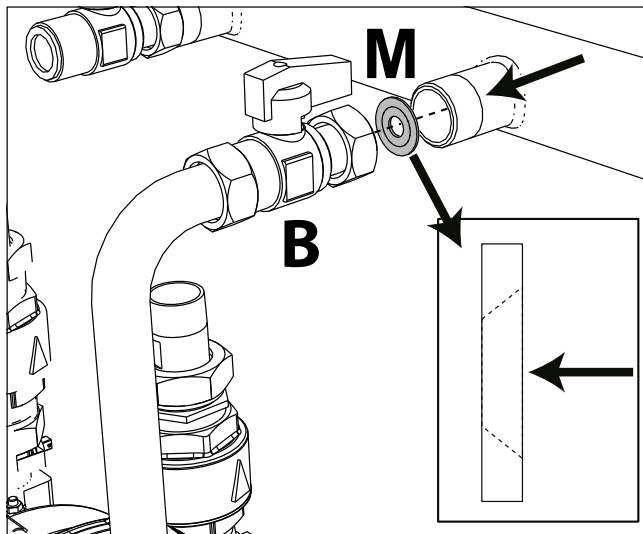
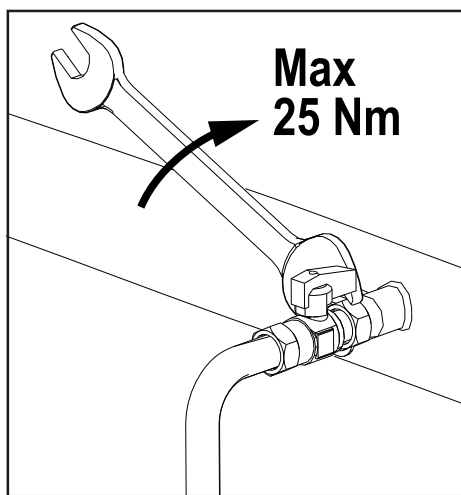

fig. 84- Duză pentru utilizarea cu GPL
fig. 85
8. În caz de **transformare pe GPL**, trebuie să se înlocuiască garnitura existentă între robinetul „B” și colectorul de gaz cu duza „M” (fig. 84). Montați la loc robinetul „B” pe colectorul de gaz, având grijă să nu strângeți la un cuplu mai mare de **25 Nm**, pentru a evita deteriorarea duzei (fig. 85). **ATENȚIE:** duza „M” (vezi fig. 84) **nu trebuie** să fie introdus când aparatul funcționează pe **Gaz Natural**. **ATENȚIE:** partea conică a diafragmei trebuie să fie orientată spre colectorul de gaz.